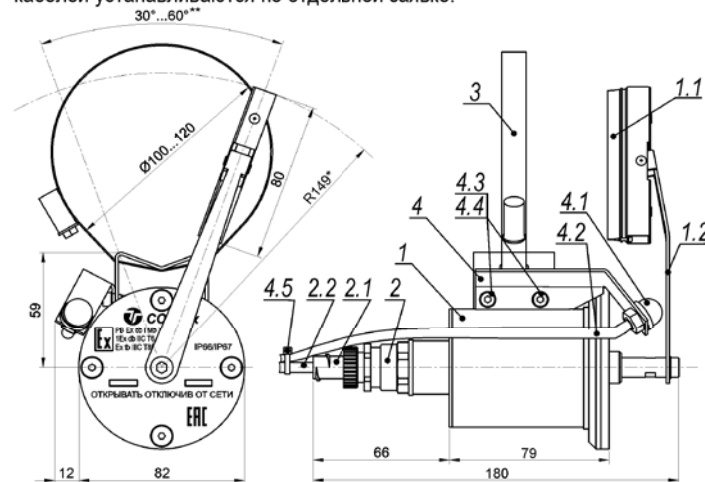

Рис.1 Состав и габаритные размеры CO-1 Ex и омывателя
- Габаритные размеры см. рис.1 и 2
- Стеклоочиститель CO-1 Ex (см. рис.1)